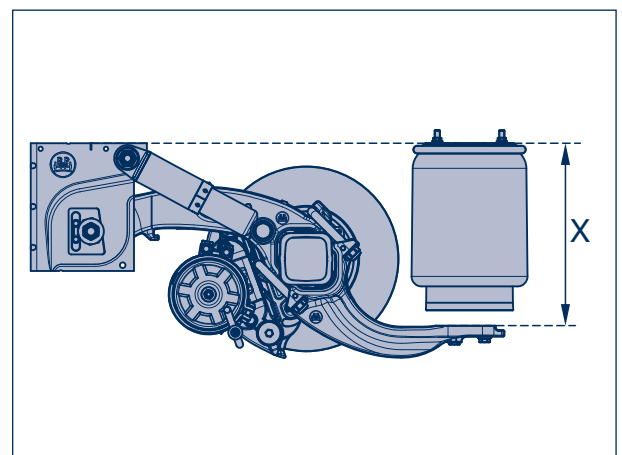

Рисунок 8
Во время завинчивания всегда следить за тем, чтобы между стремянками рессоры и радиусами балки оси оставалось свободное пространство, а также за сохранением положения литых деталей (направляющего рычага и держателя пневматической рессоры) на балке оси (отметки, рис. 8).
- [16] Измерить расстояние X (рисунок 8). Оно должно соответствовать зафиксированному значению из рабочего шага [2]. Допуск: +/- 1 мм.